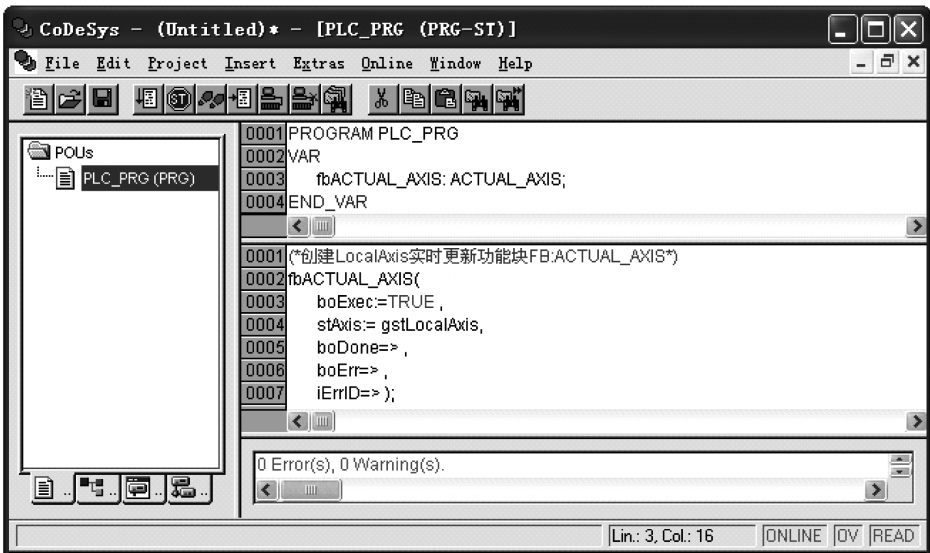

图 5-4 建立“ACTUAL_AXIS”功能块
5) 在 PLC _ PRG 中，建立实时更新“ACTUAL _ AXIS”功能块，实时更新“local axis”轴结构体信息，如图 5-4 所示。